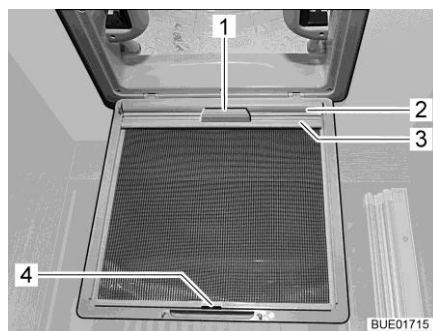

Fig. 110 Oscurante a rullo (oblò)
- Tirare l'oscurante a rullo (Fig. 110,2) utilizzando la maniglia (Fig. 110,1) e agganciare il listello di supporto (Fig. 110,3) ai ganci (Fig. 110,4) sulla protezione contro gli insetti.
- Staccare il listello di supporto (Fig. 110,3) dai ganci (Fig. 110,4) e ricondurre lentamente l'oscurante a rullo (Fig. 110,2) utilizzando la maniglia (Fig. 110,1).